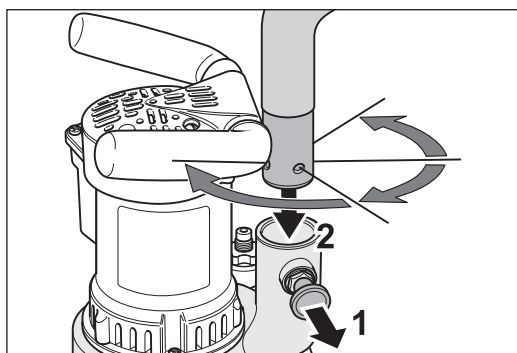

Fig. 2 Tirar del perno fiador e introducir el tubo en el encaje.
- 2 Tire del perno fiador situado en el encaje del tubo de aspiración de la caja del ventilador y conecte al mismo tiempo el tubo del ventilador al tubo de aspiración (Fig. 2).